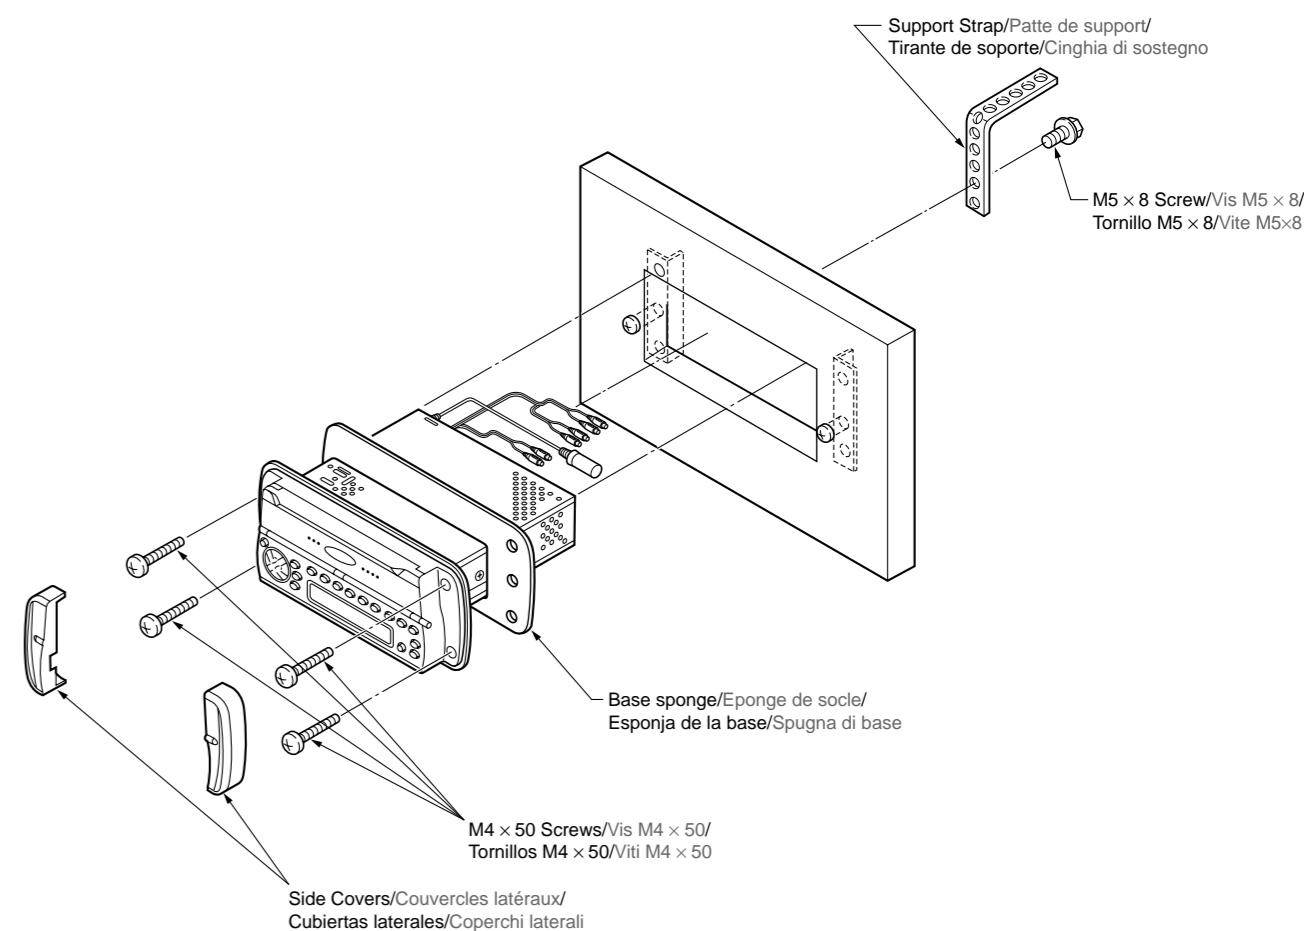

Figure 7 / Figure 7 / Figura 7 / Figura 7
- Insert the base sponge to the unit. (Figure 7)
- Insert the source unit into the cutout hole until to the end. (Figure 7)
- Using the supply screws (M4 x 50) to secure the stereo. (Figure 7)
- Using support strap to secure the stereo on the back side by supply screw. (Figure 7)
- Attach the side covers to the stereo. (Figure 7)
- Insérez l'éponge du socle sur l'appareil. (Figure 7)
- Insérez l'appareil pilote jusqu'au bout dans l'orifice découpé. (Figure 7)
- Utilisez les vis fournies (M4 x 50) pour fixer l'appareil stéréo. (Figure 7)
- Utilisez la patte de support pour fixer l'appareil stéréo sur le panneau arrière à l'aide de la vis fournie. (Figure 7)
- Fixez les couvercles latéraux sur l'appareil stéréo. (Figure 7)